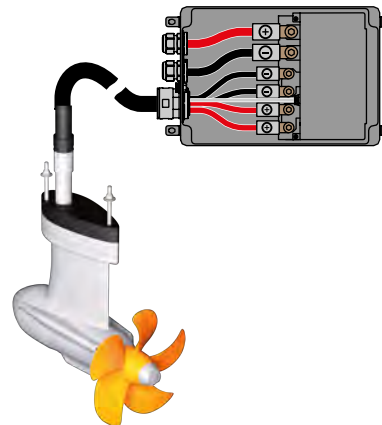

Fig. 51: Cablagem da caixa eletrónica
1. Solte os parafusos (1) da caixa eletrónica para a abrir.
4. Ligue os cabos de potência nos respetivos polos identificados (vermelho=+, preto=-; 10 Nm), **consultar "Fig. 51: Cablagem da caixa eletrónica"**.
5. Ligue o cabo do motor à ligação de controlo do motor (6).